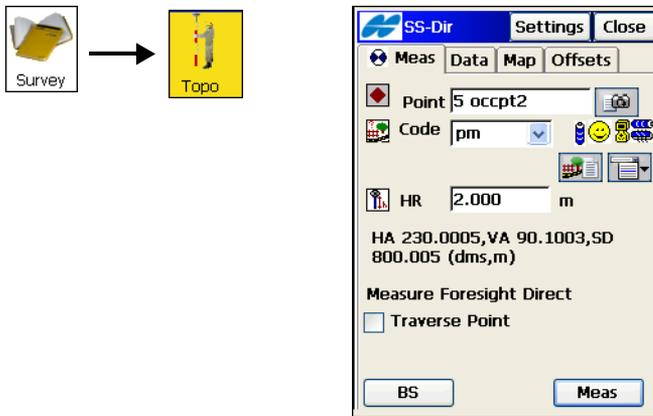

Abbildung 8-36. Aufnahme Lage1
- Tippen Sie auf **Aufnahme ▶ Punkte** (Abbildung 8-36). Wählen Sie die Messmethode *Aufnahme Lage 1* und legen Sie Reihenfolge und Messungen für einen Satz fest.
- Um die Punktaufnahme durchzuführen tippen Sie auf **Mess** (Abbildung 8-36).